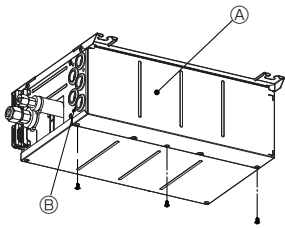

Fig. 8-1
1. Montera loss skruvarna i kåpan. (Fig. 8-1)